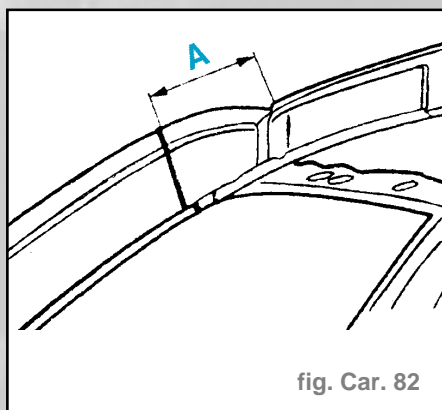

fig. Car. 82
- Déterminer la ligne de coupe sur le montant arrière de custode, la marquer et exécuter la coupe (fig Car. 82).